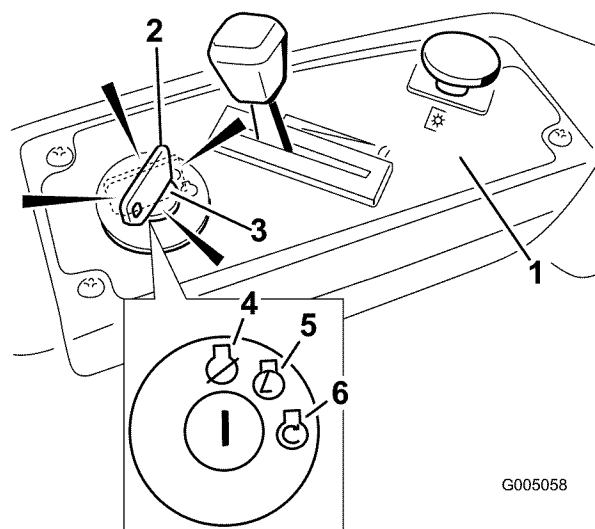

Figura 10
- Mueva la palanca del acelerador a la posición Estárter antes de arrancar el motor si éste está frío (Figura 10).
- Gire la llave de contacto a Arranque para activar el motor de arranque. Cuando el motor arranque, suelte la llave (Figura 10).
- Cuando el motor arranque, mueva el acelerador a la posición Rápido (Figura 10). Si el motor se cala o funciona irregularmente, vuelva a colocar el acelerador en Estárter durante unos segundos. Luego mueva el acelerador a la posición deseada. Repita este procedimiento tantas veces como sea necesario.
2. Ponga el acelerador a un punto entre Rápido y velocidad media (Figura 10).